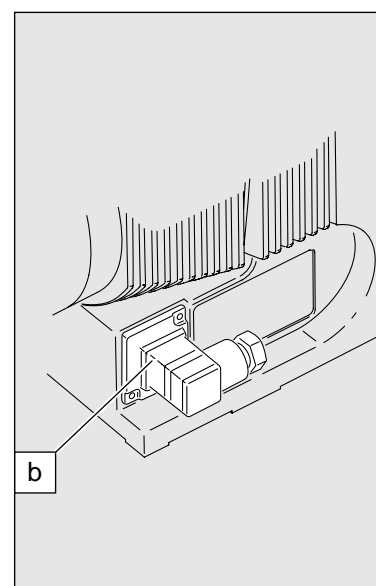

Fig. 19
- Placez le joint de la fiche du câble du relais dans le couvercle du relais et vissez la fiche du câble du relais (voir fig. 19 : b).